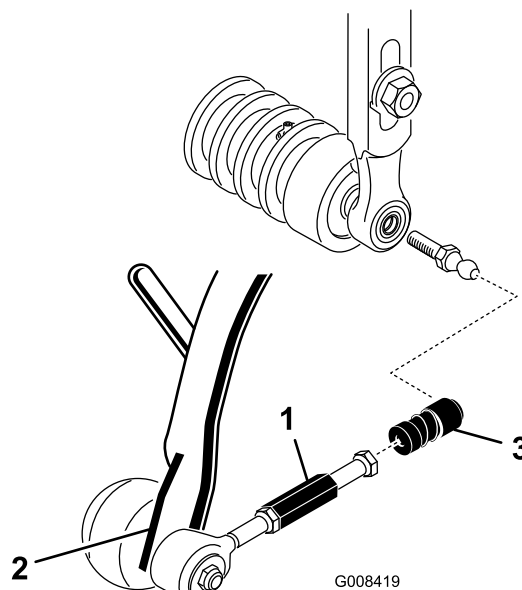

Figure 11
5. Repoussez le manchon sur chaque douille de rotule et accrochez la douille sur la rotule du plateau de coupe (Figure 11).